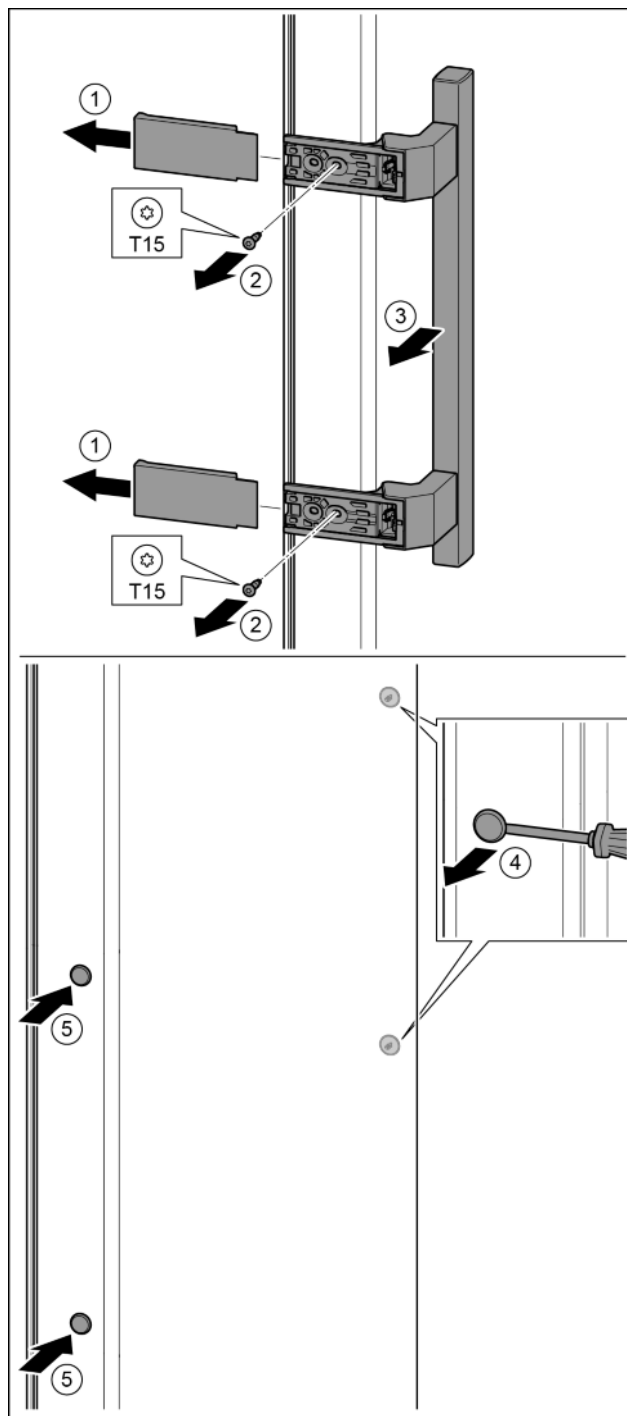

Fig. 15
- ▶ Zdjąć osłonę. Fig. 15 (1)
- ▶ Śruby wykręcić przy pomocy śrubokręta T15. Fig. 15 (2)
- ▶ Zdjąć uchwyt. Fig. 15 (3)
- ▶ Boczną zatyczkę ostrożnie podważyć przy pomocy śrubokręta i wyjąć. Fig. 15 (4)
- ▶ Zatyczkę założyć ponownie z drugiej strony. Fig. 15 (5)